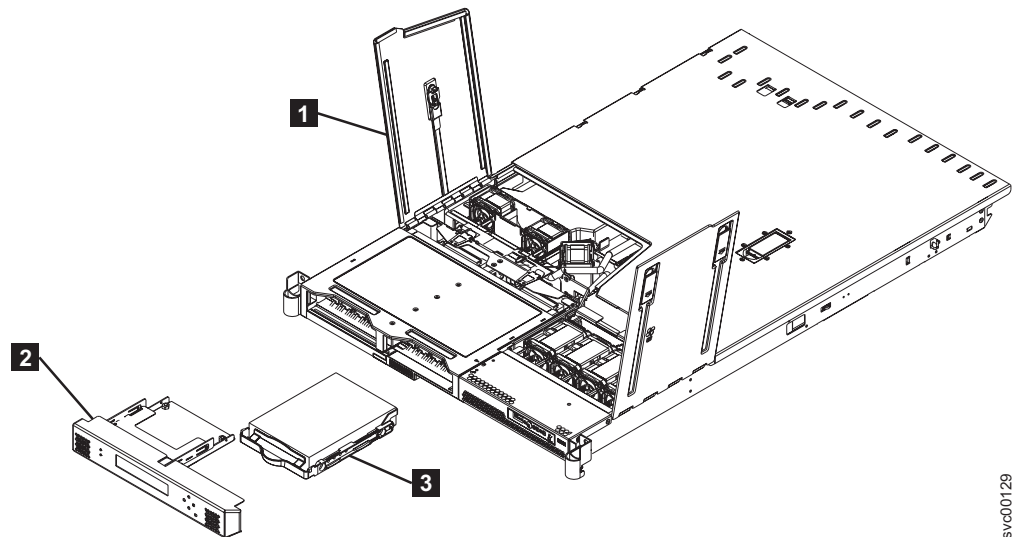

図 87. SATA ディスク・ドライブの取り外し
5. ファン・ドア A (図 87 の **1**) を開きます。